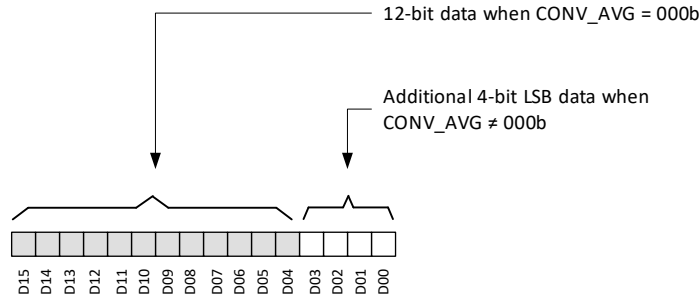

图 7-5. 磁传感器数据定义
X、Y 和 Z 磁传感器数据分别存储在 X_CH_RESULT、Y_CH_RESULT 和 Z_CH_RESULT 寄存器中。12 位 ADC 输出以二进制补码格式存储在 16 位结果寄存器中，如图 7-5 所示。在最快转换 (CONV_AVG = 000b) 的情况下，ADC 输出会将 16 位结果寄存器的 12 个 MSB 位以及 4 个 LSB 位加载为零。在 CONV_AVG $\neq$ 000b 的情况下，所有 16 位都用于存储结果。当 DATA_TYPE = 00b 时，可通过常规 32 位 SPI 读取来访问 16 位磁传感器数据。使用方程式 1 计算测量的磁场。
- D_i 是图 7-5 中所示的数据位。